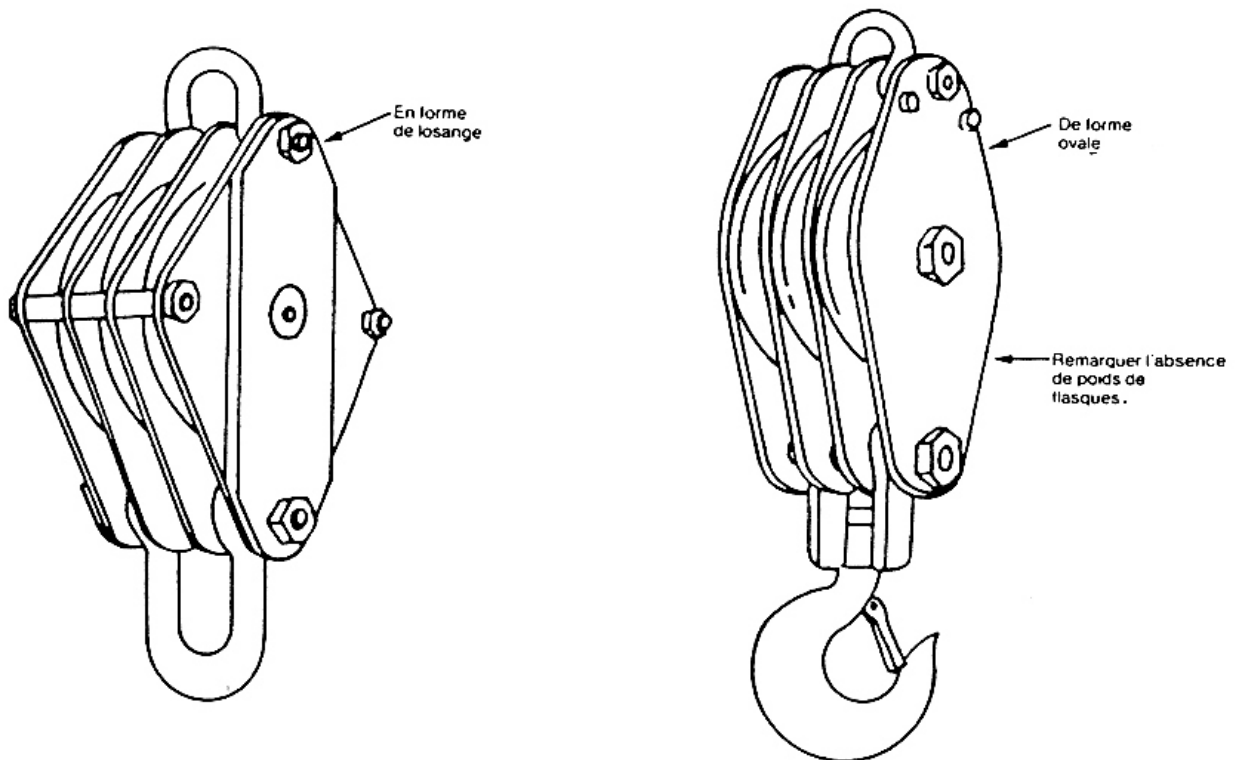

Figure 5 – Moufle typique pour câbles métalliques
- b) les moufles pour câbles métalliques (voir figure 5),